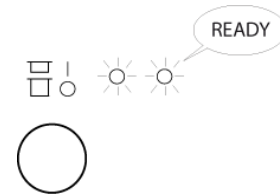

Fig.28
- Si después del proceso de calentamiento de agua se alcanza la temperatura adecuada, la luz indicadora se visualiza en la posición "E" - la máquina está lista para su uso. (Fig. 28)